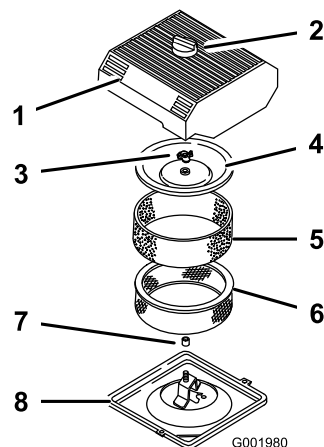

Рисунок 40
3. Очистите область вокруг воздушного фильтра для предотвращения попадания загрязнений в двигатель, что может вызвать его повреждение (Рисунок 40).
4. Ослабьте ручку крышки воздухоочистителя и снимите крышку (Рисунок 40).
5. Осторожно снимите элемент из вспененного материала с бумажного элемента (Рисунок 40).
6. Отверните гайку крышки и снимите крышку и бумажный элемент (Рисунок 40).
1. Осторожно наденьте элемент из вспененного материала на бумажный элемент воздухоочистителя (Рисунок 40).
3. Установите гайку крышки, затянув ее от руки, чтобы прижать крышку (Рисунок 40).
4. Установите крышку воздухоочистителя и ручку (Рисунок 40).